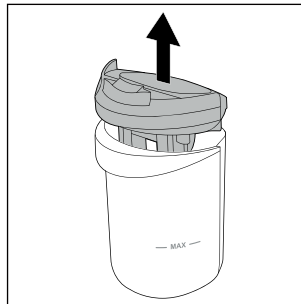

Fig. 21
- ◆ Sortez le couvercle du réservoir d'eau sale ❹ par le haut du réservoir d'eau sale ❷ (voir fig. 21).